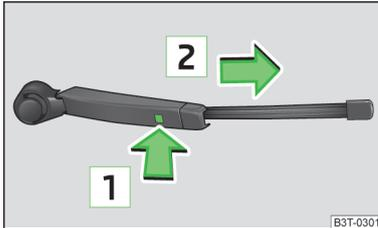

Abb. 197
- Den Scheibenwischerarm am oberen Teil halten und die Sicherung **1** » Abb. 197 drücken.